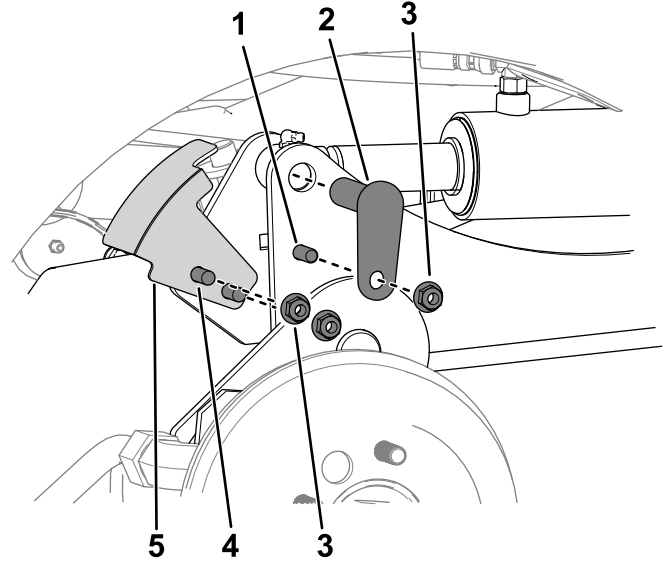

Figura 3
- B. Retire los 2 pernos de cuello cuadrado y las 2 tuercas ($\frac{3}{8}$ ") que sujetan el soporte del sensor al brazo de elevación derecho (Figura 3).
- C. Retire los 2 pernos ($\frac{3}{8}$ " x $1\frac{1}{4}$ "), las 2 tuercas ($\frac{3}{8}$ ") y los 2 pasadores pequeños que sujetan los brazos de elevación a los cilindros (Figura 3).